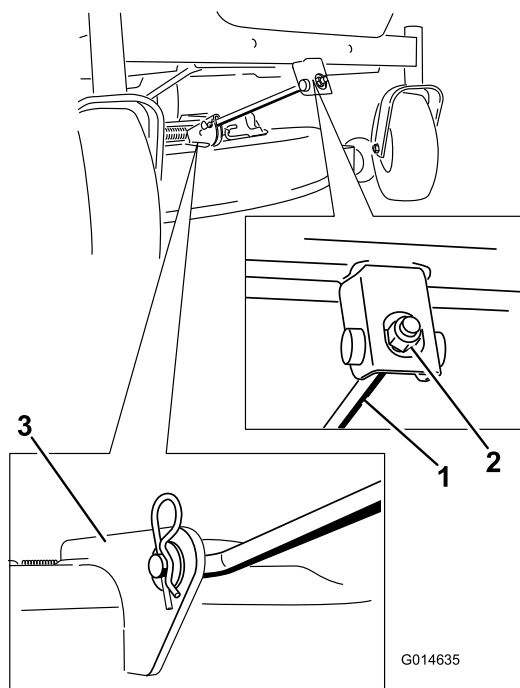

**Bild 73**
5. Entfernen Sie den Splint von der vorderen Stützstange und nehmen Sie die Stange aus der Mähwerkhalterung (Bild 73).
8. Befestigen Sie die vordere Stützstange mit den Lastösenbolzen und Splints am Mähwerk (Bild 73).